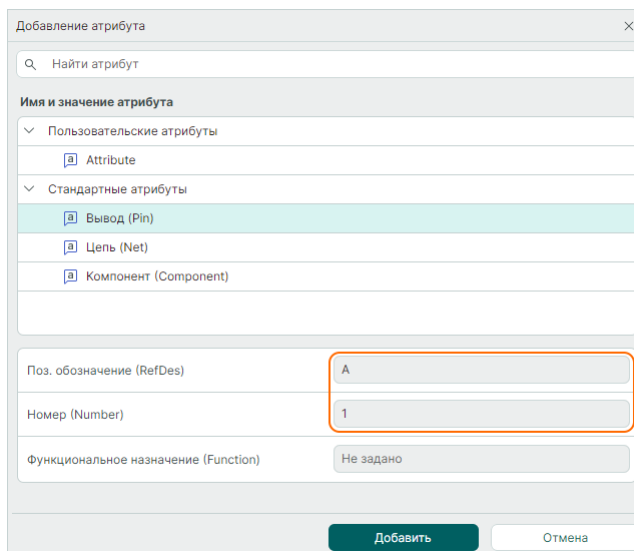

Рис. 496 Ввод значений для свойств атрибута
2. Заполните значения свойств атрибута, поля обязательные для заполнения обозначены символом «!», см. Рис. 496.